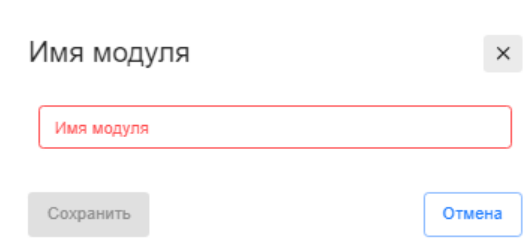

Рисунок 21. Установка имени модуля.
- Установка имени модуля для опознавания на интерфейсе и устройства на мнемоне (см. Рисунок 21).